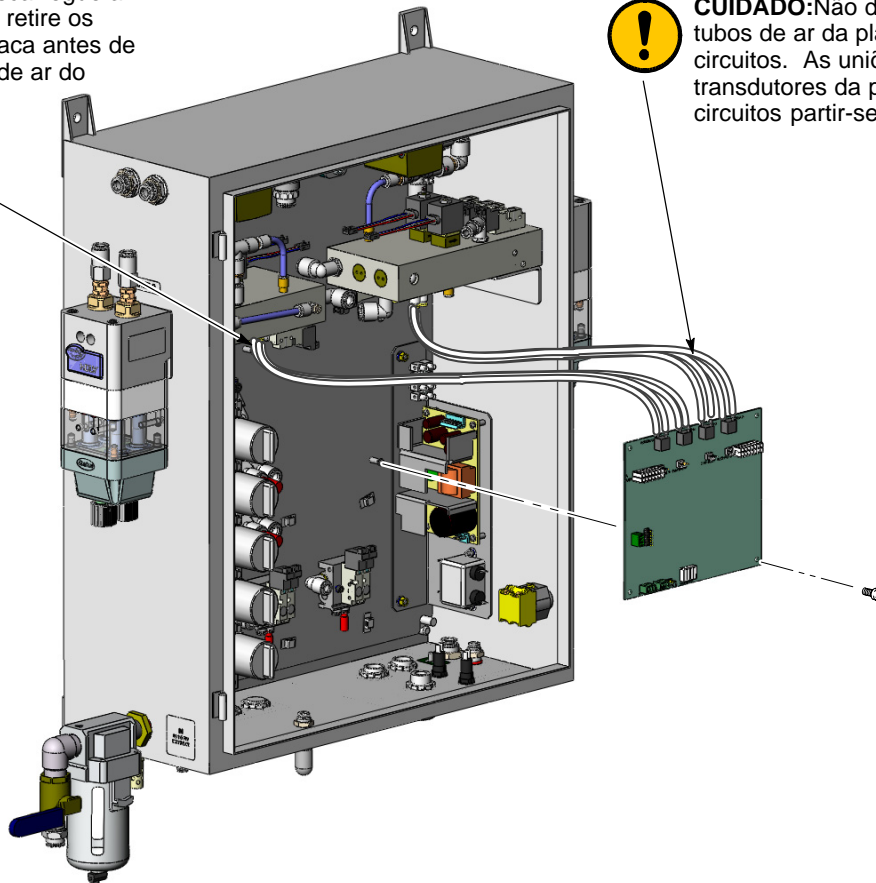

Figura 2 Substituição da placa de circuitos
3. Consulte a figura 2. Abra a porta do painel da bomba e desligue todas as cablagens da placa de circuitos.